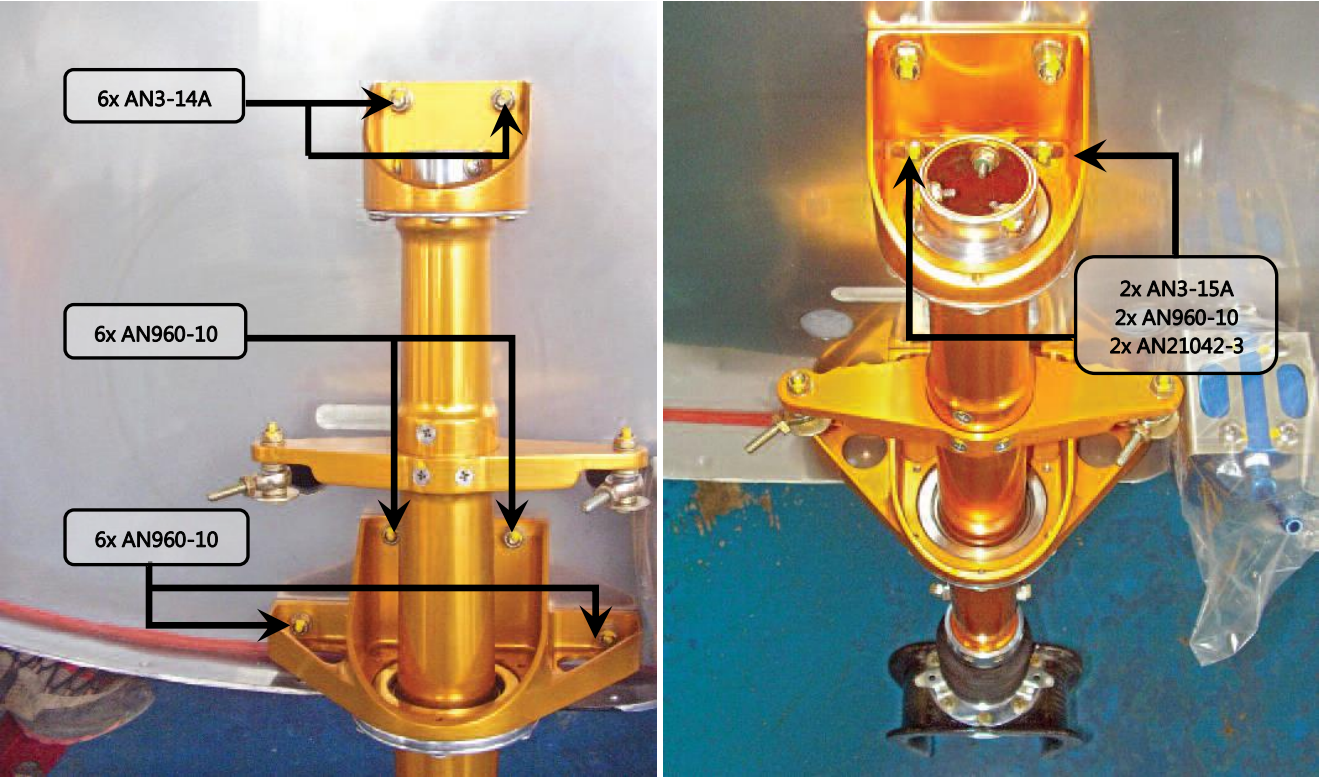
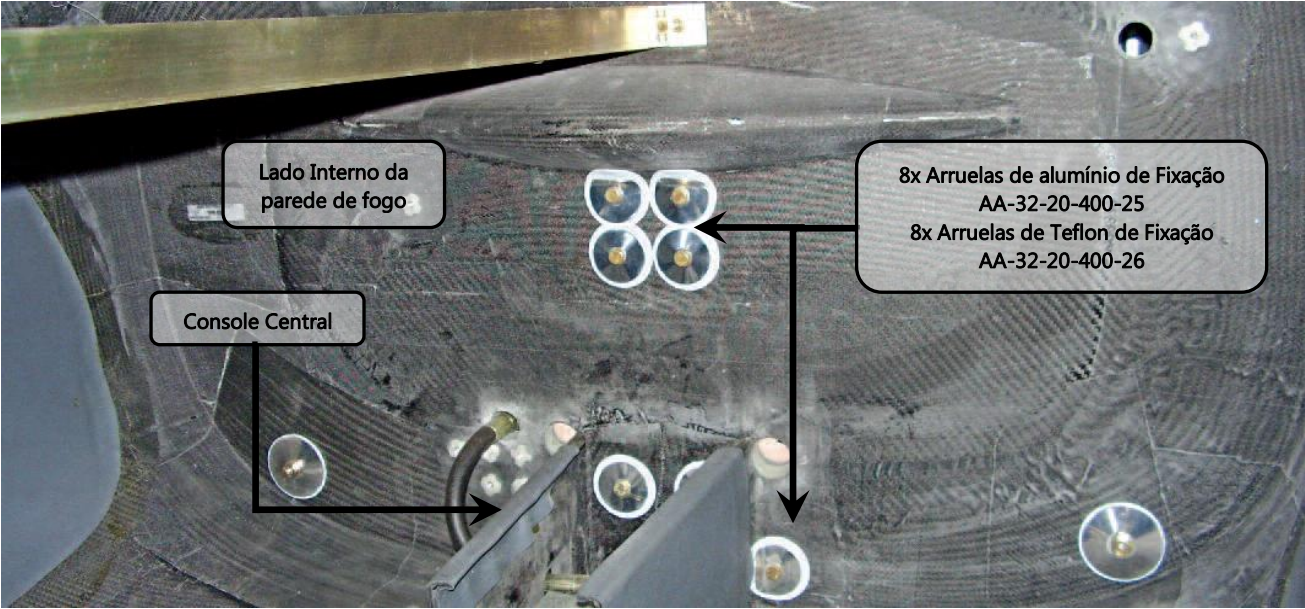

Figura 32.20.13 – Fixação da Estrutura da Bequilha
Figura 32.20.14 – Detalhe da fixação da Estrutura (interior da cabine).
2. Instalar os parafusos indicados na figura 32.20.13 e figura 32.20.14, que fixam à estrutura do trem de pouso a parede de fogo. Eles devem ser instalados de dentro para fora do Quasar. Utilizar chaves combinada de 3/8" e 1/4 e suas respectivas catracas
Atenção: Observar a correta instalação das Arruelas de Teflon de Fixação da Bequilha AA-32-20-400-26 e Arruela de Alumínio de Fixação da Bequilha AA-32-20-400-25, de acordo com a figura 32.20.14.